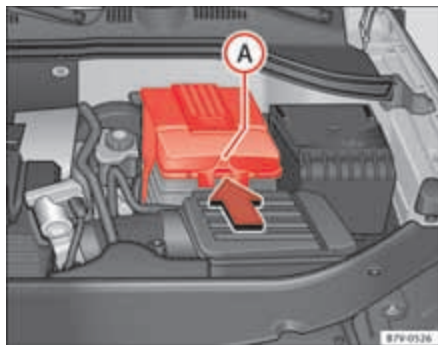

Fig. 180 En el vano motor: Retire la cubierta de la batería del vehículo.
- *En el caso de una cubierta:* presione la lengüeta ⇒ fig. 180  en el sentido que indica la flecha y retire hacia arriba la cubierta.